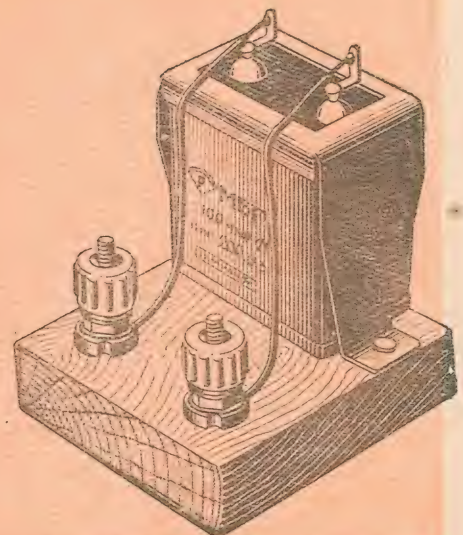

Рис. 5.
5. Конденсатор емкостью 10 мкф (рис. 5) (бумажный). Тип — «МБГП-2». Рабочее напряжение — 200 в. Обозначение — C_2 .